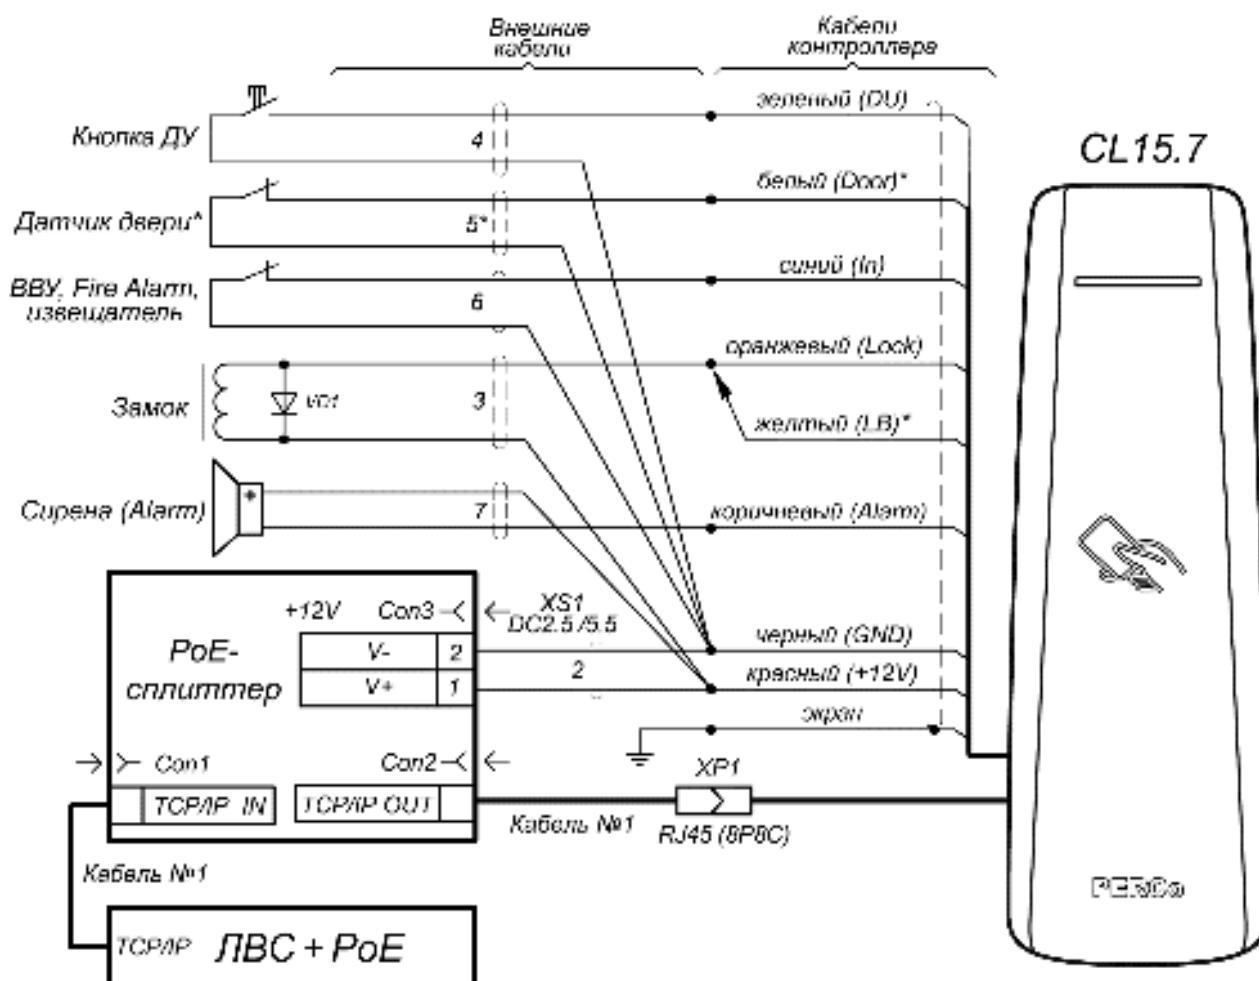

Рисунок 11. Схема подключения контроллера через PoE-сплиттер
3. Подключите цепи питания контроллера к разъему **Con3** сплиттера. Схема подключения приведена на рис. 11 (остальные подключения – см. схему на рис. 3 - 10, штекер для подключения к разъему входит в комплект поставки сплиттера).